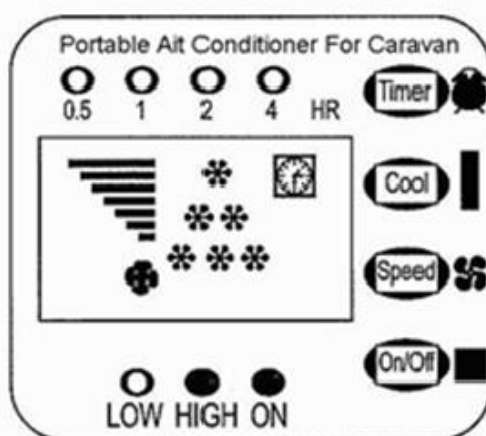

Fig . 6
Trykk KJØL på nytt hvis omgivelsestemperaturen skal stilles til under 22°C. Skjermen vil vise seks (6) stjerner for å indikere at klimaapparatet kjøres kontinuerlig (fig. 6.).